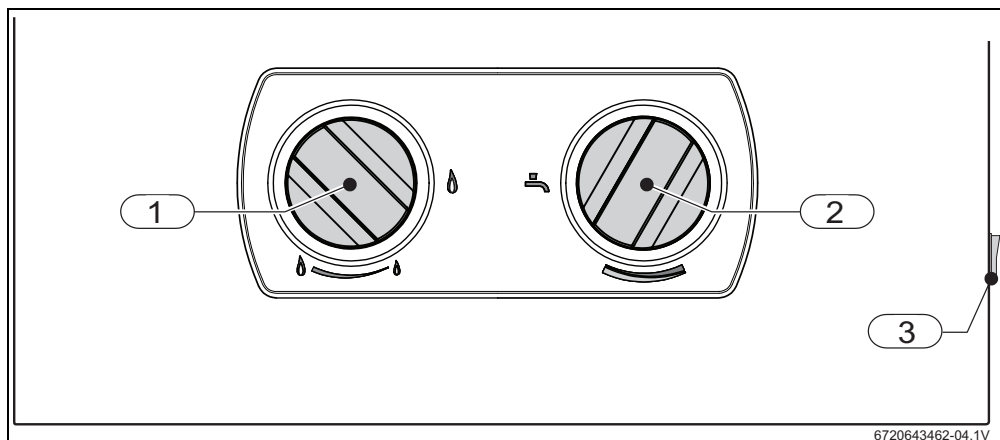

Fig. 4
- ▶ Coloque el interruptor principal (→Fig. 4, pos. 3) en posición de funcionamiento.